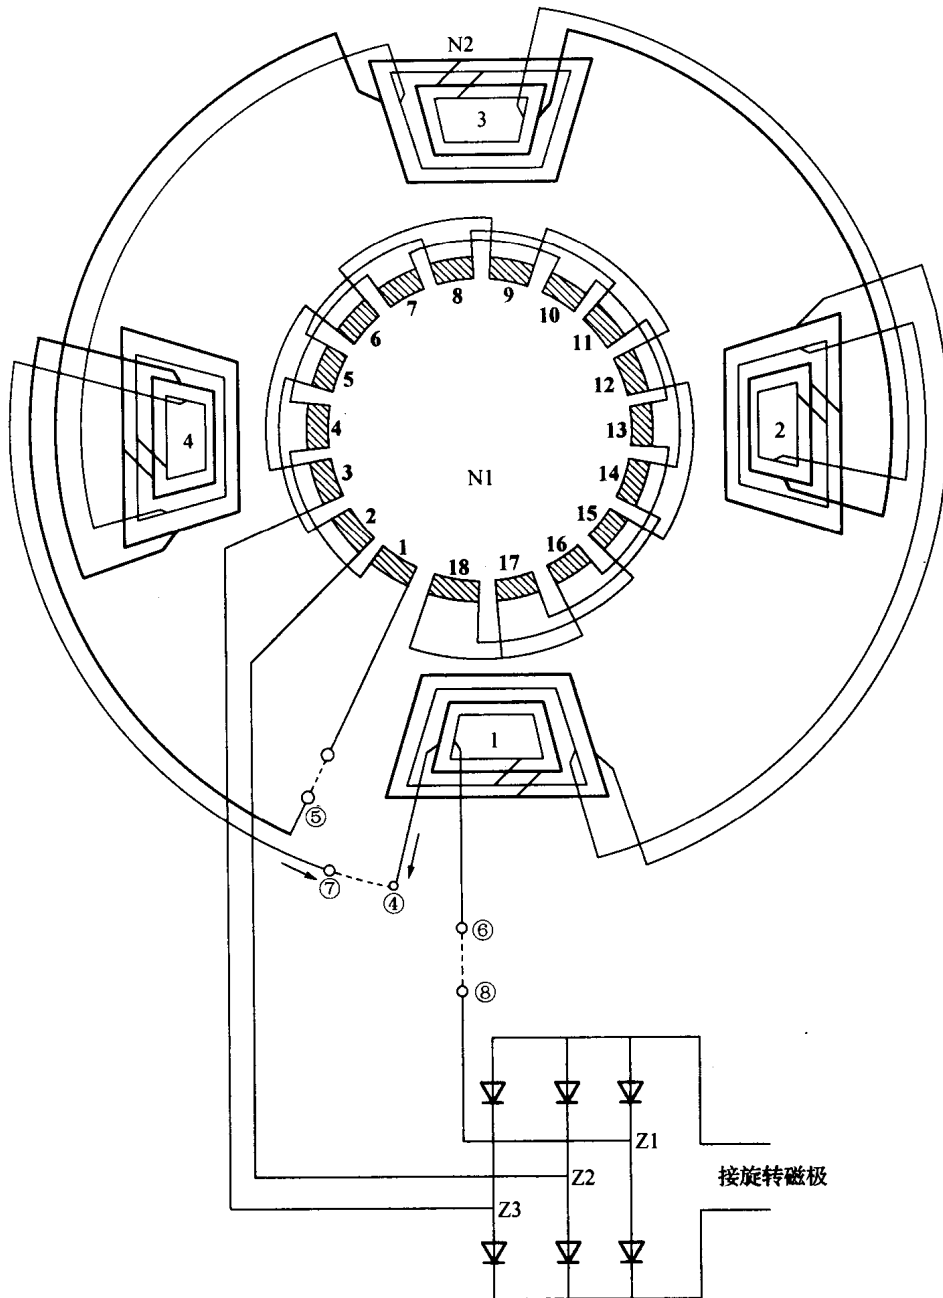
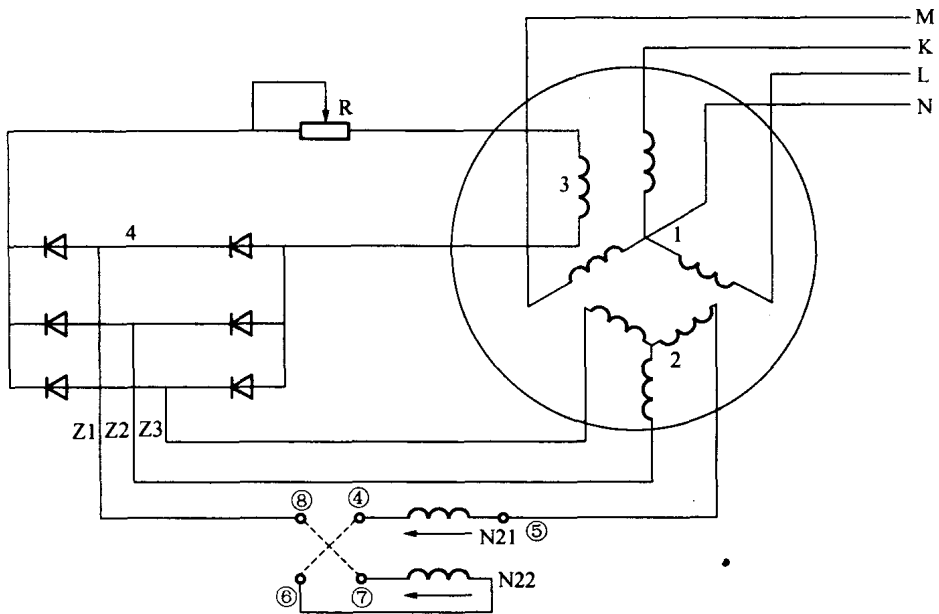

图 1-3 STC 系列发电机谐波和基波绕组接线图
图 1-5 STC 系列三相 4 极谐波励磁发电机电路原理图 (二)
2. 发电机定子是由三层绕组叠加而成的，第一层是发电绕组嵌在槽底，第二层是谐波绕组嵌在中间，第三层是基波绕组嵌在槽的上端。基波绕组是用两根导线并股绕制分开连接，也就形成了两套基波绕组。两套基波绕组反串联或顺串联可达到调整空载电压的目的（详见本节图 1-3~图 1-5）。
绕组的连接分为：①发电绕组始端接始端，末端接末端，称为显极接法；②谐波绕组始端接末端，称为隐极接法；③基波绕组也是显极接法。内部接线完成后，除去 4 根发电绕组输出线外，只剩下 7 根励磁线。将这 7 根线按照 STC 系列谐波和基波绕组接线图（见图 1-3）或电路原理图编号顺序连接即可。
3. 试车前，要将变阻器调到短接位置才能建立电压。如果起动后不发电，可能是发电机铁心剩磁消失。剩磁消失有以下原因：①铁心受潮；②发电机前次运行停车时温度过高。出现这种情况不能停车，用 12 V 蓄电池进行充磁即可。12 V 充磁的电源线要用细小的熔丝接在电刷位置上，不能接反。发电后熔丝自行熔断，这样才不会损伤其他电路。